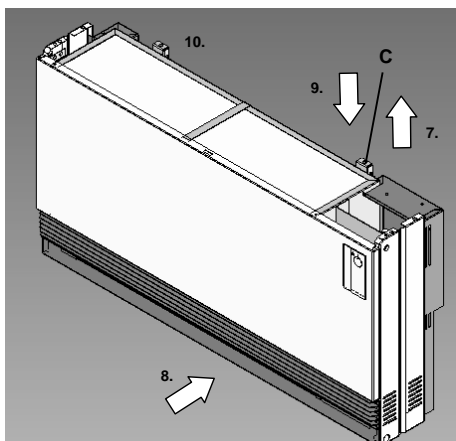

fig.9 Accrocher l'appareil aux supports muraux
- Accrochez l'appareil aux supports muraux (fig.9):